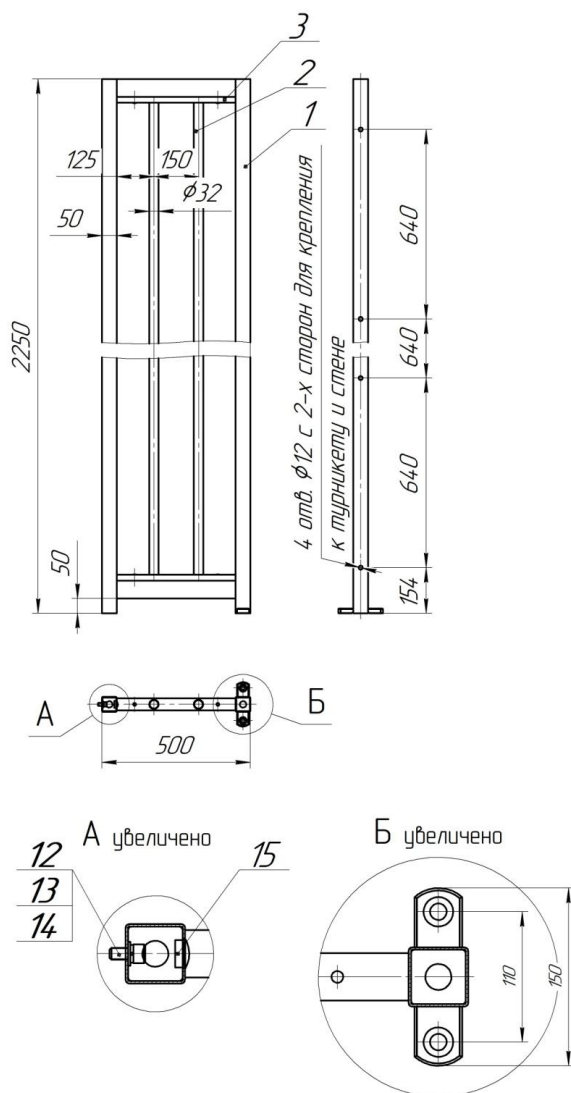

Рис. 1 Габаритные и установочные размеры ограждения ОПР/500
6.6. Установите ограждение. Через отверстия в боковой стойке закрепите ограждение на турникете винтами **12** (см. рис. 1÷5) с шайбами **13, 14**. Затяните болты крепления ограждения и анкерные болты. В отверстия крепления ограждения к турникету установите декоративные заглушки **15**.